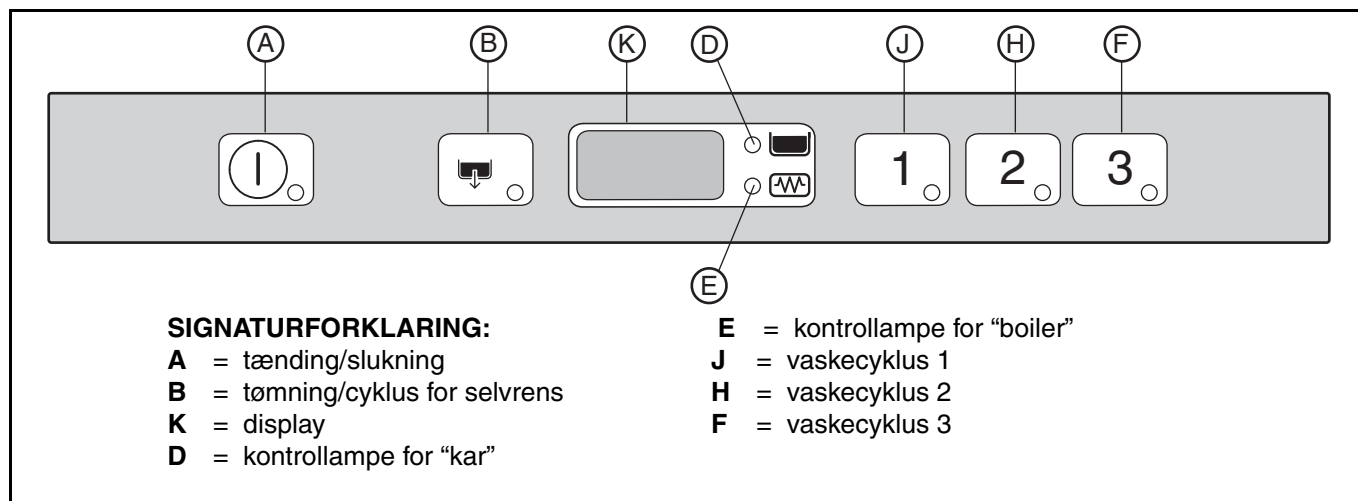

Fig. 15
Herefter tændes kontrollampen for knappen "A" (Fig. 15). Kontrollampen angiver, at der er sluttet strøm til opvaskemaskinen samt at den er ved at tage vand
Fremvisning af temperaturen i boileren i forbindelse med opvarmning af karret sker ved at åbne lågen og trykke på knappen "J" (Fig. 15).
Til let snavset service: Tryk på knappen "J" (Fig. 15) (se tabellen over tidsrum).
Til normalt snavset service: Tryk på knappen "H" (Fig. 15) (se tabellen over tidsrum).
Til meget snavset service: Tryk på knappen "F" (Fig. 15) (se tabellen over tidsrum).
- Vælg cyklussen for tømning ved at trykke på knappen "B" (Fig. 15).
- Sluk opvaskemaskinen ved at trykke på knappen "A" (Fig. 15).